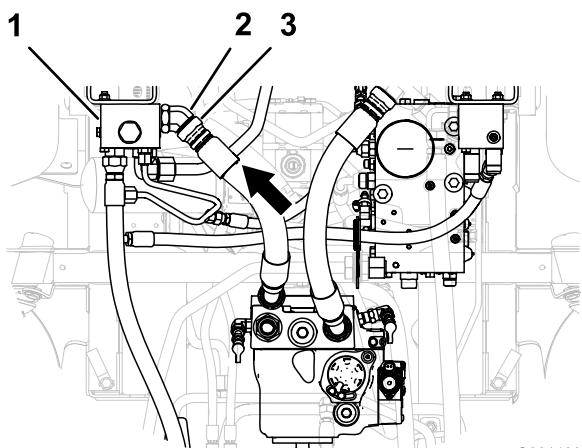

Figura 18
3. Alinhe o encaixe a direito da mangueira de pressão hidráulica com o encaixe hidráulico de 45° no coletor do divisor de fluxo (Figura 18).
4. Enrosque o encaixe a direito da mangueira de pressão hidráulica no encaixe hidráulico de 45° no coletor do divisor de fluxo (Figura 18).